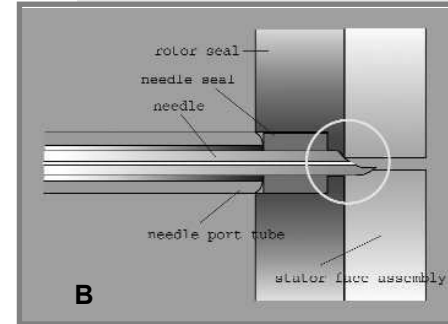

Figure 1B. The tip of a pointed needle slips into the stator face, and the tip breaks off as the valve rotates.
b) Insert the tubing into the valve port (4). Confirm that the tubing is bottomed in the valve port as shown in Figure 1B.
e) Wiederholen Sie die Schritte a-d mit dem anderen Ende der Schleife, wobei sich das bereits montierte Ende außerhalb des Ports befindet (siehe Abb. 1B).
e) Repeat steps a-d with the other end of the loop while the swaged end remains outside the valve port (see Figure 1B).
Bei Frontloading Injektoren ist es wichtig die richtige Nadel zum Befüllen der Probenschleife zu benutzen. Eine ungeeignete Nadel beschädigt das Ventil und kann schlechte Reproduzierbarkeit verursachen. Ist die Nadel zu kurz, erreicht die Spitze die Nadeldichtung nicht. Ist der Nadeldurchmesser zu klein, greift die Dichtung nicht fest genug. Nadeln mit einer schrägen Spitze können die Rotordichtung und den Stator beschädigen (siehe Abb. 1B).
With front-loading injectors, it is important to use the correct needle when loading the sample loop. An incorrect needle will damage the valve and can cause poor reproducibility. When the needle is too short, the tip will not reach the needle seal. When the needle is too small in diameter, the seal will not grip tightly enough. Needles with a beveled tip can damage the rotor seal and stator face assembly (see Figure 1B).